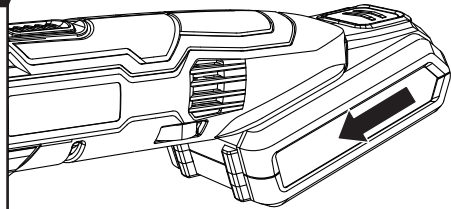

Fig. D2
4. TO INSTALL THE BATTERY PACK (SEE FIG. D2)